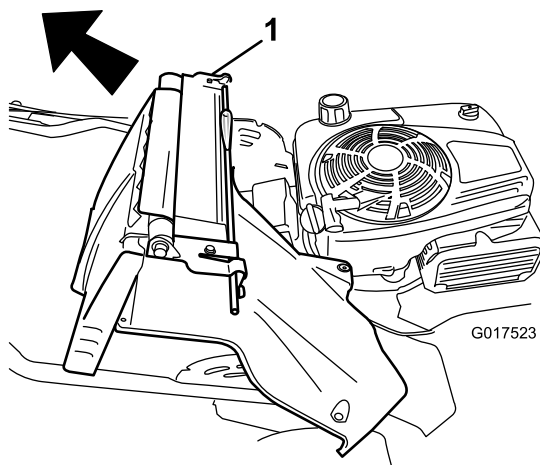

Figura 36
7. Rimuovete il gruppo leva del blocco della maniglia e deflettore posteriore (Figura 36).